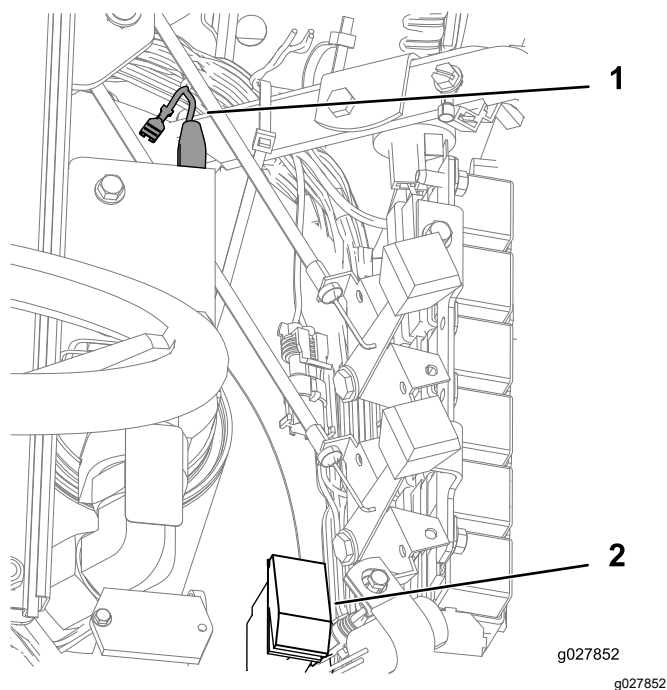

Рисунок 6
- Проложите жгут проводов из комплекта осветительных приборов от узлов осветительных приборов в сборе на конструкции ROPS к клеммам комплекта осветительных приборов (J13 и J14) на жгуте проводов, расположенном позади сиденья (Рисунок 6).